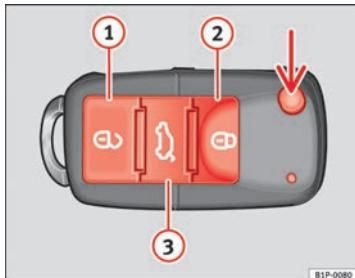

Fig. 46 Teclas de la llave con mando a distancia
Con la tecla → fig. 46 (flecha) del mando, se desbloquea el paletón de la llave.
Desbloqueo del vehículo → fig. 46 ①.
Bloqueo del vehículo → fig. 46 ②.
Desbloqueo del portón trasero. Pulse la tecla → fig. 46 ③ hasta que todos los intermitentes del vehículo parpadeen brevemente. Al pulsar la tecla de desbloqueo → ③, dispone de 2 minutos para abrir el portón. Una vez transcurrido este tiempo se bloqueará de nuevo.
- Pulse la tecla ② → fig. 46 del mando a distancia.
- Pulse la tecla ① → fig. 46 del mando a distancia.